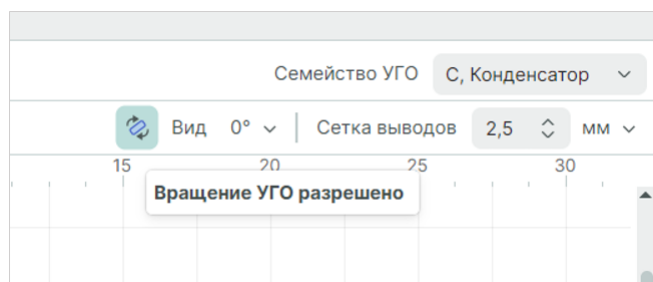

Рис. 51 Поворот УГО разрешен
6. Включите разрешение на поворот УГО при необходимости, см. Рис. 51.